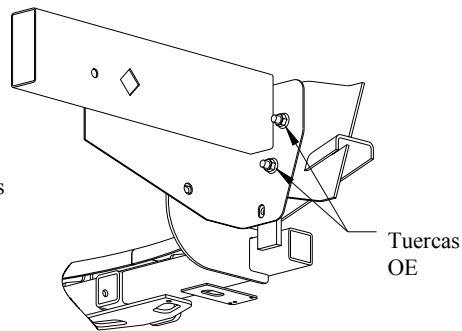

FIGURA 2
- Si los soportes pequeños en el enganche no van entre los extremos del soporte de montura en el parachoques del vehículo, el parachoques podría aflojarse y volverse a centrar. **Después del ajuste, apriete las tuercas mariposa M14 OE a 148 lb-pies (201 N-m).** Ver Figura 2.